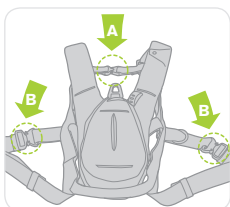

Figure 11
- Passez les bras dans les bretelles et attachez la boucle sternale (A) (voir Figure 11).
- Attachez les boucles des cuisses (B) (voir Figure 11). Réglez les sangles en les tirant à travers les boucles et en les réglant comme nécessaire pour obtenir un bon ajustage (voir Figure 14).